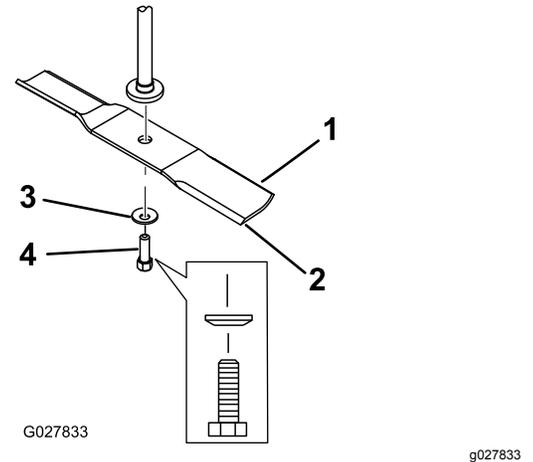

Figura 51
Sujete el extremo de la cuchilla usando un trapo o un guante grueso. Retire del eje el perno de la cuchilla, la arandela curva y la cuchilla (**Figura 51**).
1. Instale la cuchilla en el eje (Figura 51).
2. Instale la arandela curva (con la copa hacia la cuchilla) y el perno de la cuchilla (Figura 51).